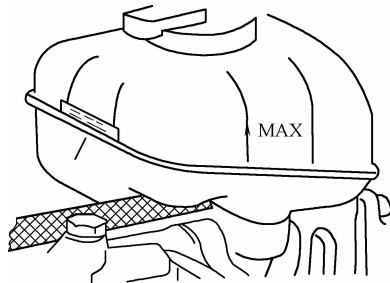

图3-110 储液罐最高液位标记
1) 先将新制动液加至储液罐的最高液位标记处,即图3-110所示中的“↑”标记处。